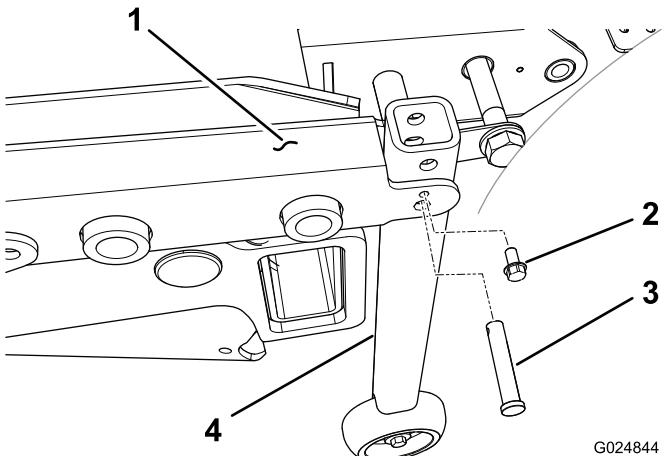

Figura 98
5. En unidades de tracción con número de serie anterior al 312999999, Monte un tubo de soporte vertical en cada esquina trasera del bastidor de la carcasa, con un pasador de horquilla y un tornillo autorroscante de 1/4 pulgada (Figura 98)